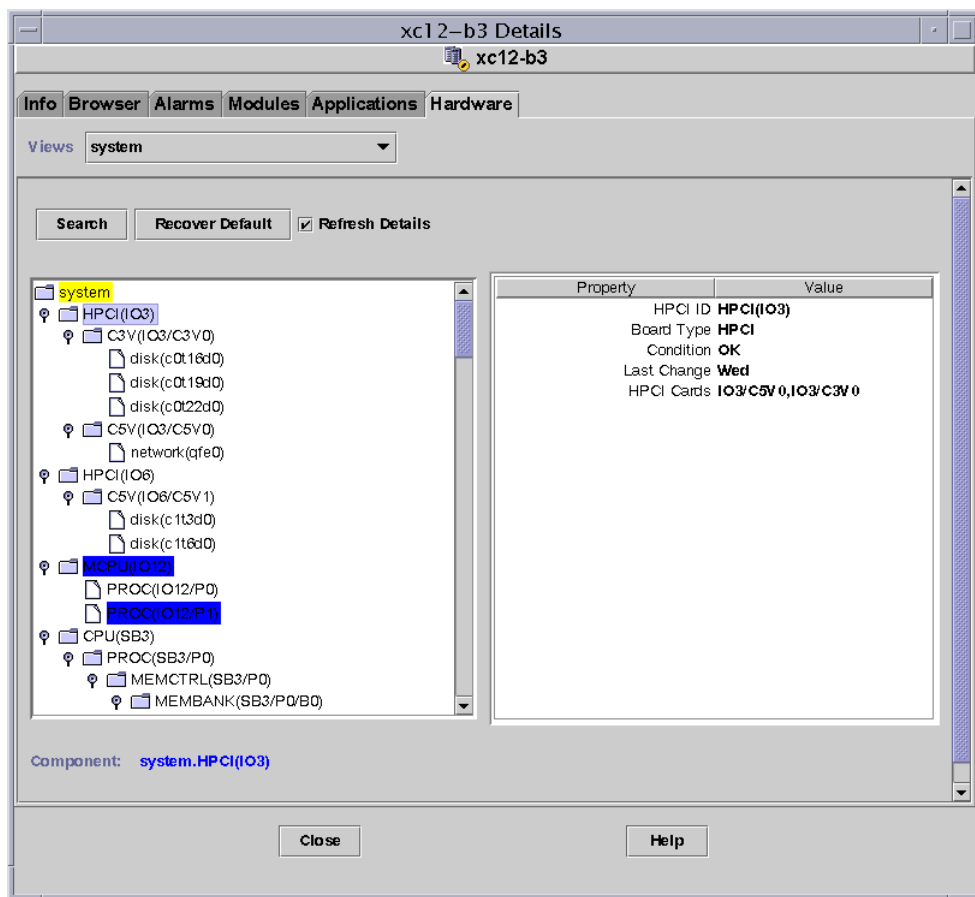

图 5-8 Sun Fire 高端系统域逻辑视图
4. 单击 “Expand All（扩展所有）” 按钮，然后单击左侧窗格的一个对象，以查看类似于图 5-8 的逻辑视图。